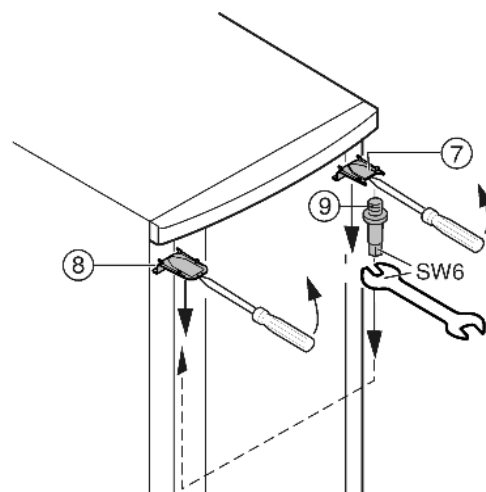

Fig. 7
- ▶ Верхнюю крышку Fig. 7 (7) и крышку Fig. 7 (9) с помощью отвертки выведите вперед из фиксатора и снимите, наклоня вниз.
- ▶ Выкрутите опорный палец Fig. 7 (9) и вкрутите на противоположной стороне (с моментом 4 Нм).
- ▶ Снова установите крышку Fig. 7 (7) на стороне опорного пальца: насадите сзади, защелкните спереди.
- ▶ Установите крышку Fig. 7 (8) на противоположной стороне: насадите сзади, защелкните спереди.
- ▶ Подвесьте верхнюю часть двери на опорный палец Fig. 7 (9).